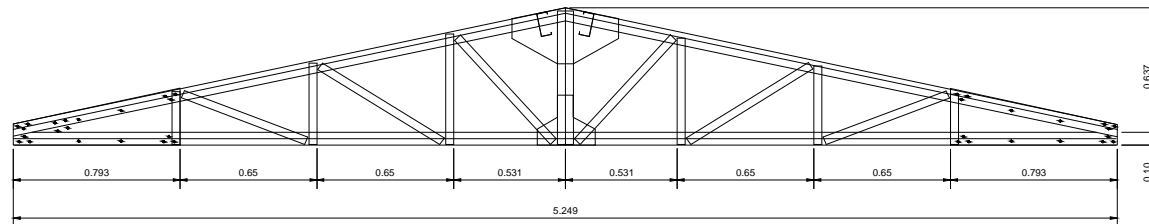

Fig. 18
- 1.- SEGÚN LA GUÍA DE LA PLANTILLA, TRAZAR SOBRE LA SUPERFICIE EL PERÍMETRO DEL TIJERAL (FIG. 18).